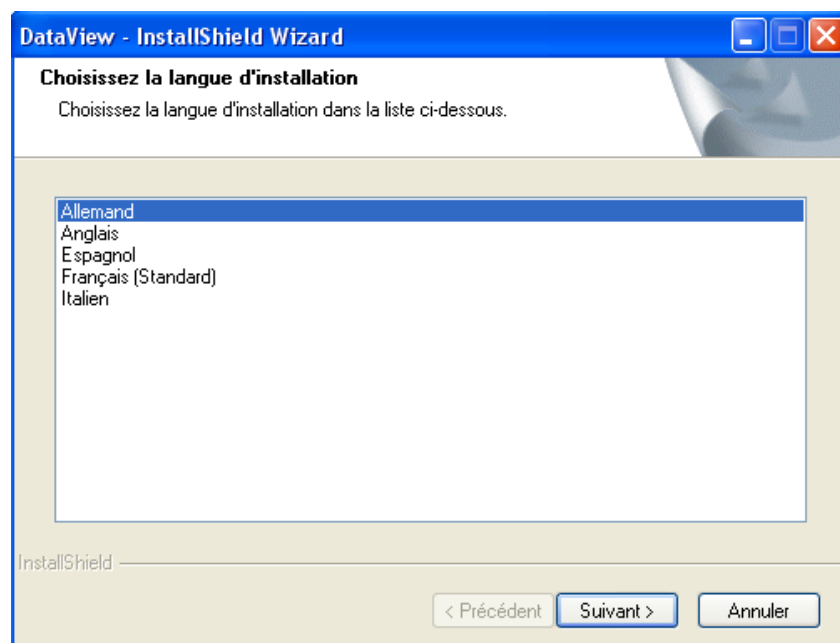

Abb. 1-1
2. Ein Auswahlfenster für die Installation wird geöffnet (wie Abb. 1-1 unten):